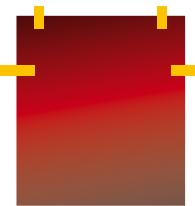

Figure 04
- › A l'aide d'un ruban de masquage ou d'aimants, faire la charnière sur la partie haute horizontalement, de préférence sur une partie plate. (FIG. 04)